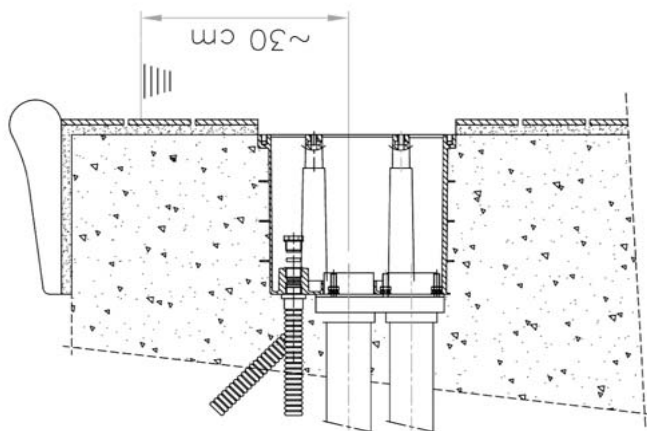

FIG.3
2b Montagem equipamento com a bomba a distancia (Fig. 3)
Depois de construir a piscina, deve-se limpar bem a caixa de alojamento (36). O conjunto bocal impulsão fornece-se equipado com todos os elementos de ligação. Colocar a junta de estanqueidade (38) na flange de ligação e fixar bem as duas peças à caixa a partir do interior, por meio das 6 porcas M8 e anilhas, conforme se indica na (Fig. 3).
No caso de não ter acesso pela parte de trás, a estanqueidade das condutas de aspiração (14) e de manobra (22) far-se-á a partir de dentro da caixa, montaremos as 2 bucins PG16 (37), com as correspondentes juntas, sobre as condutas (14) e (22), passando-ás através dos orifícios bucins PG16 e dos tubos de protecção (Previamente montados na fase de instalação da caixa de alojamento, ver Fig. 3), a seguir, aproximaremos o conjunto bocal até fazer contacto com o tubo de impulsão (31), antes de fixar os bucins, faremos deslizar as duas condutas deixando o menor comprimento livre para poder fixar os bucins, com a finalidade de evitar que, ao meter totalmente o conjunto bocal impulsão dentro da caixa, as condutas (14) e (22) possam ficar dobradas. No extremo da conduta de aspiração (14) montar-se-á válvula aspiração de ar (20).